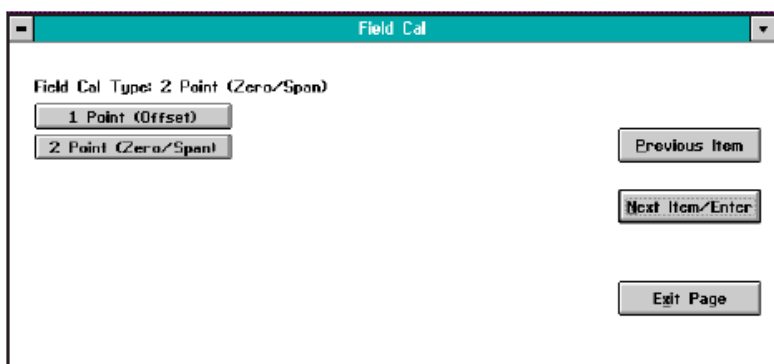

図 3-9 *Field Cal Type* ウィンドウ
5. *Field Cal Type* ウィンドウ（3-15 ページの図 3-9）において、1 Point または 2 Point のいずれかのボタンをクリックします。さらに、右側にあるボタンのどれかをクリックして、*Configure Cal* ウィンドウへ戻ります。
下記の図 3-9 に、代表的な *Field Cal Type* ウィンドウを示します。